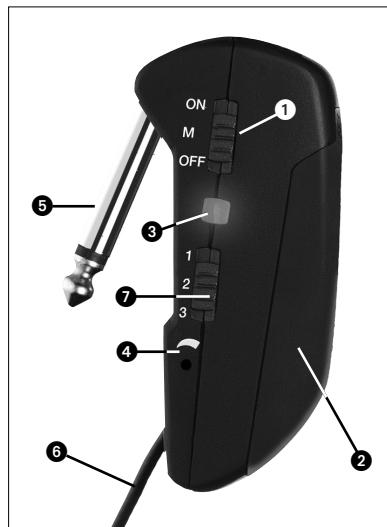

Fig. 1: Elementi di comando del GB 40 FLEXX
2.5 Elementi di comando (vedi fig. 1)